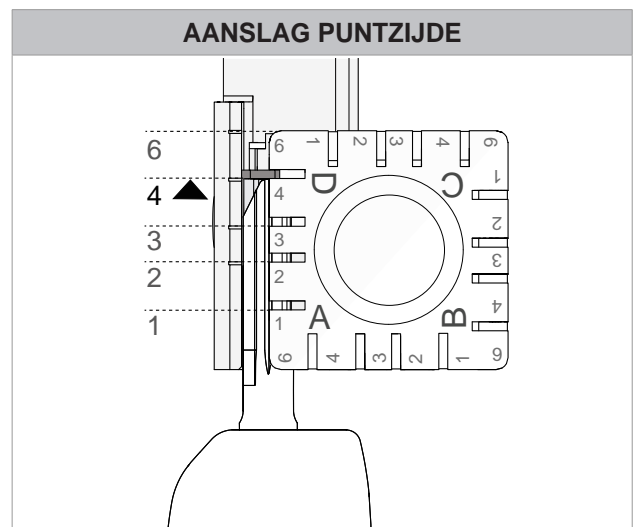
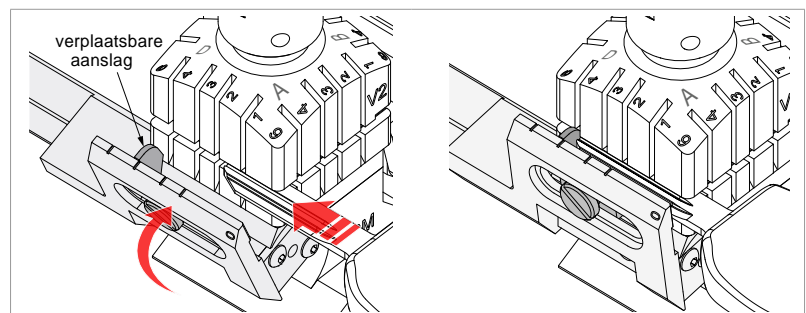

Fig. 71
Fig. 72 - verplaatsbare aanslag
- Om sleutels met aanslag op de puntzijde te installeren in de spanbek, moet u de verplaatsbare aanslag van het kaliber (Fig. 72) in de voorziene groeven steken (Fig. 71).